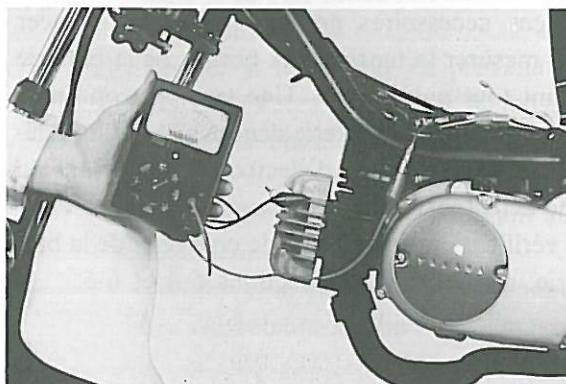

Fig. 6-6-2
- b. Connect positive (+) test lead to yellow and green wire from magneto and negative (-) test lead to a good ground on engine. Read the resistance on ohms scale. (Fig. 6-6-2)
- b. Raccorder le fil positif (+) du contrôleur aux fils jaunes et verts en provenance du volant magnétique, et mettre son fil négatif (-) à la masse sur le moteur. Noter chaque fois la résistance indiquée sur l'échelle " $\Omega \times 1$ ". (Fig. 6-6-2)
- b. Positive (+) Leitung des Prüfers an die gelbe und grüne Leitung vom Schwungmagnetzünder, und die negative (-) Leitung des Prüfers einwandfrei an Masse anschließen. Der Widerstand wird auf der Ohmskala angezeigt. (Fig. 6-6-2)